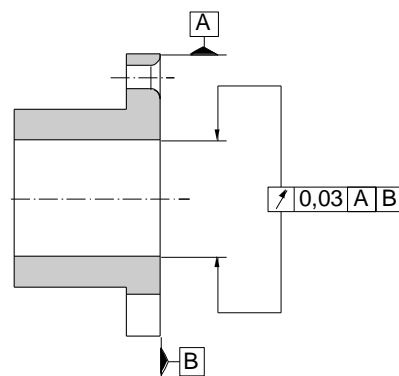

Bild 2
- ❑ Die empfohlenen Bohrungstoleranzen sind hinsichtlich Lage und Toleranzweite zu fertigen, gleichzeitig sind die Rund- und Planlauf toleranzen von 0,03 mm (siehe Bild 2) einzuhalten.